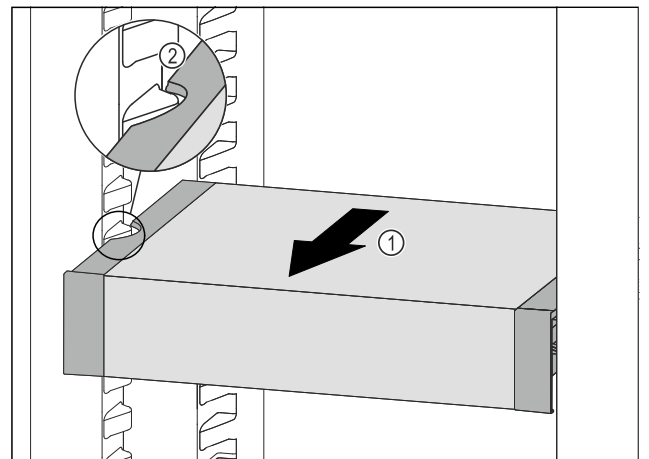

Fig. 160
- VarioSafe nach vorne ziehen Fig. 160 (1), bis sich die seitlichen Aussparungen des VarioSafes auf Höhe der Behälterrippe im Kühlteil befinden. Fig. 160 (2)